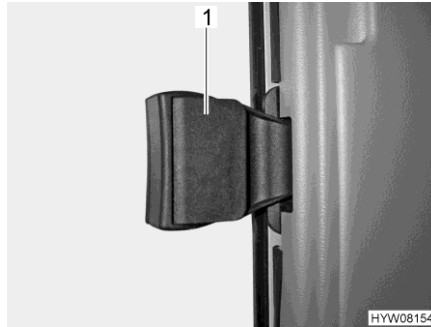

Bild 34 Schiebefenster ohne Verriegelung
- Griffklappe (Bild 34,1) ziehen und Griff gleichzeitig nach vorn schieben oder ziehen.